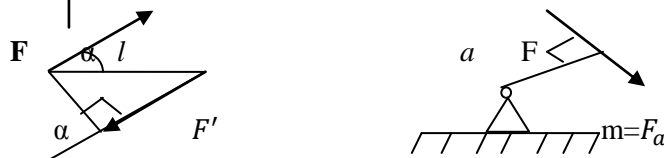

Рис. 2
1.3 Моменты пары сил и силы относительно точки (рис. 2)